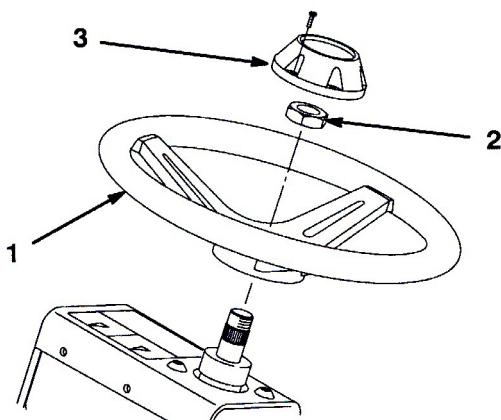

図 7
2. ジャム・ナットでハンドルを固定し(図7)、20-26 ft-lb. (2.8~3.6 kg.m) にトルク締めする。
3. ハンドルにキャップをはめ込み、ネジで固定する(図7)。